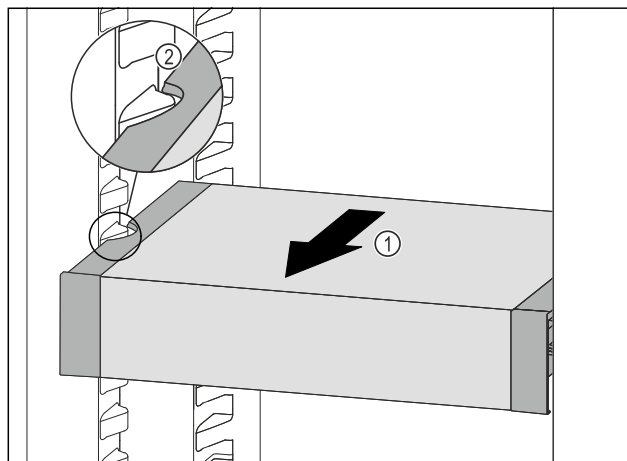

Fig. 206
- Ladicu VarioSafe vucite prema naprijed Fig. 206 (1) sve dok se boćni otvori ladice VarioSafe ne nađu na visini žlijeba spremnika u hladnjaku. Fig. 206 (2)